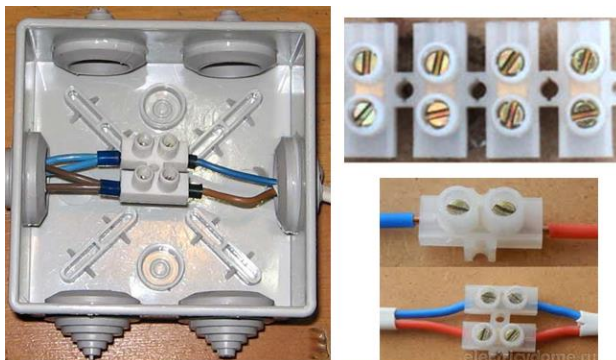

Рисунок 35 – Соединение проводов при помощи клемных зажимов
1. Изучите технологию выполнения соединения алюминиевых и медных проводов при помощи клемных винтовых зажимов (см. рисунок 35).